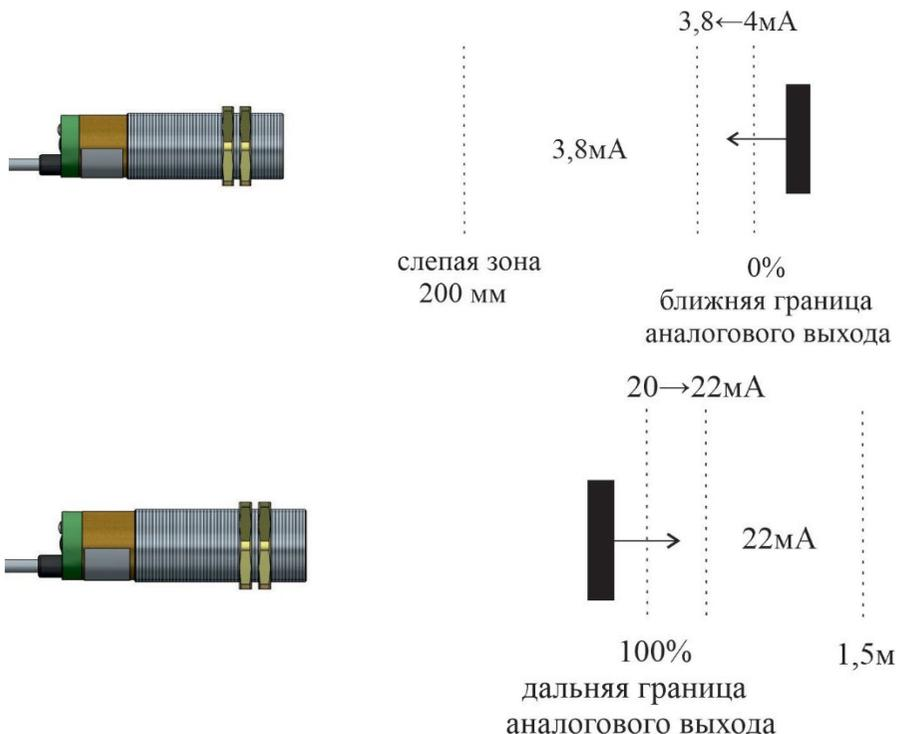

Рисунок 6 - Значения выходного тока при расположении объекта перед ближней или за дальней границей
2.7 В случае, когда объект выходит за пределы запрограммированной зоны чувствительности (ближе 0% или дальше 100%), выходной ток не опустится ниже 3,8mA и не поднимется выше 22mA (см. Рисунок 6).